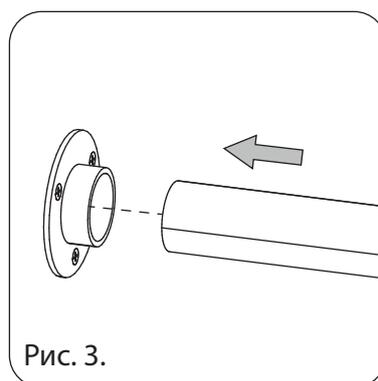
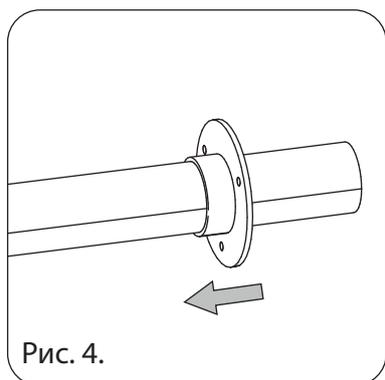

Рис. 3.
Рис. 4.
3. Вставьте штангу в штангодержатель (см. рис. 3), одновременно надев второй штангодержатель с обратной стороны (см. рис.4).